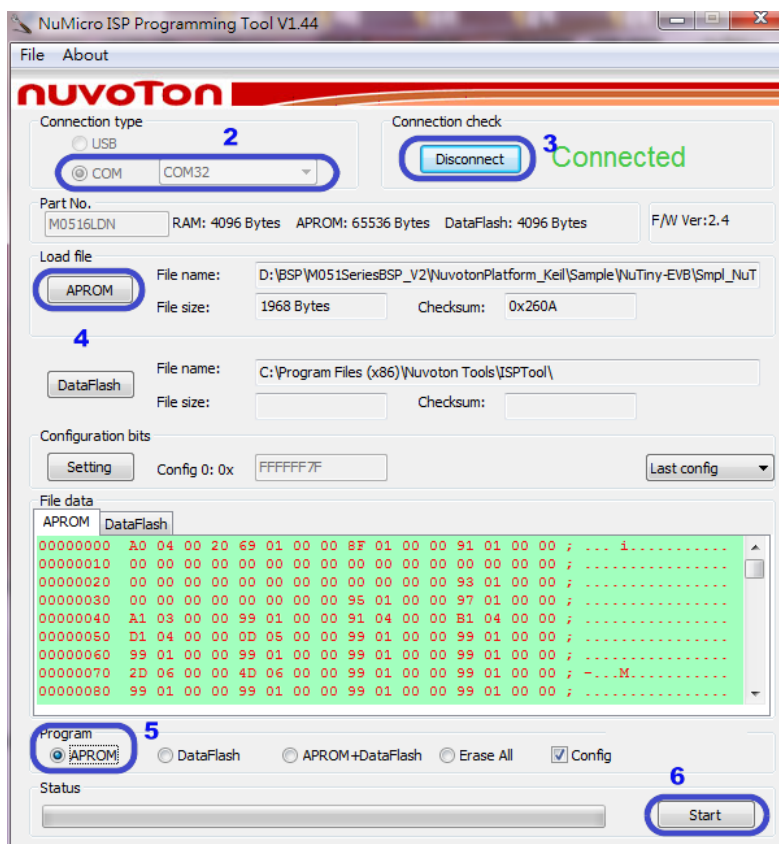

Figure 3-2 ISP刻录步骤
- 选择 Connection type 为 COM 后选择 COM port 号码, 如 Figure 3-2 ISP 刻录步骤方框 2。
- 点选 connect, 如 Figure 3-2 方框 3。
- 确定连接后, 选择要更新的 APROM FW 档案, 如 Figure 3-2 方框 4。
- 选择 Program 的区域为 APROM, 如 Figure 3-2 方框 5。
- 点选 Start, 如 Figure 3-2 方框 6。